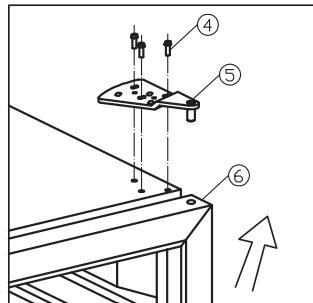
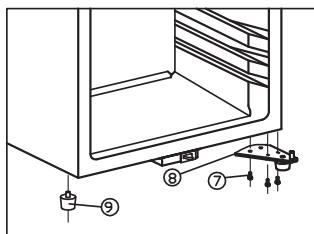

fig. 7.2
fig. 7.3
- Mens du støtter døren, løses og fjernes tophængsel og døren løftes af. See fig.7.2
- Afmonter bundhængslet (8)
- Afmonter den høje kabinetsfod (9) fra venstre side og monter den igen i modsat side. See fig.7.3